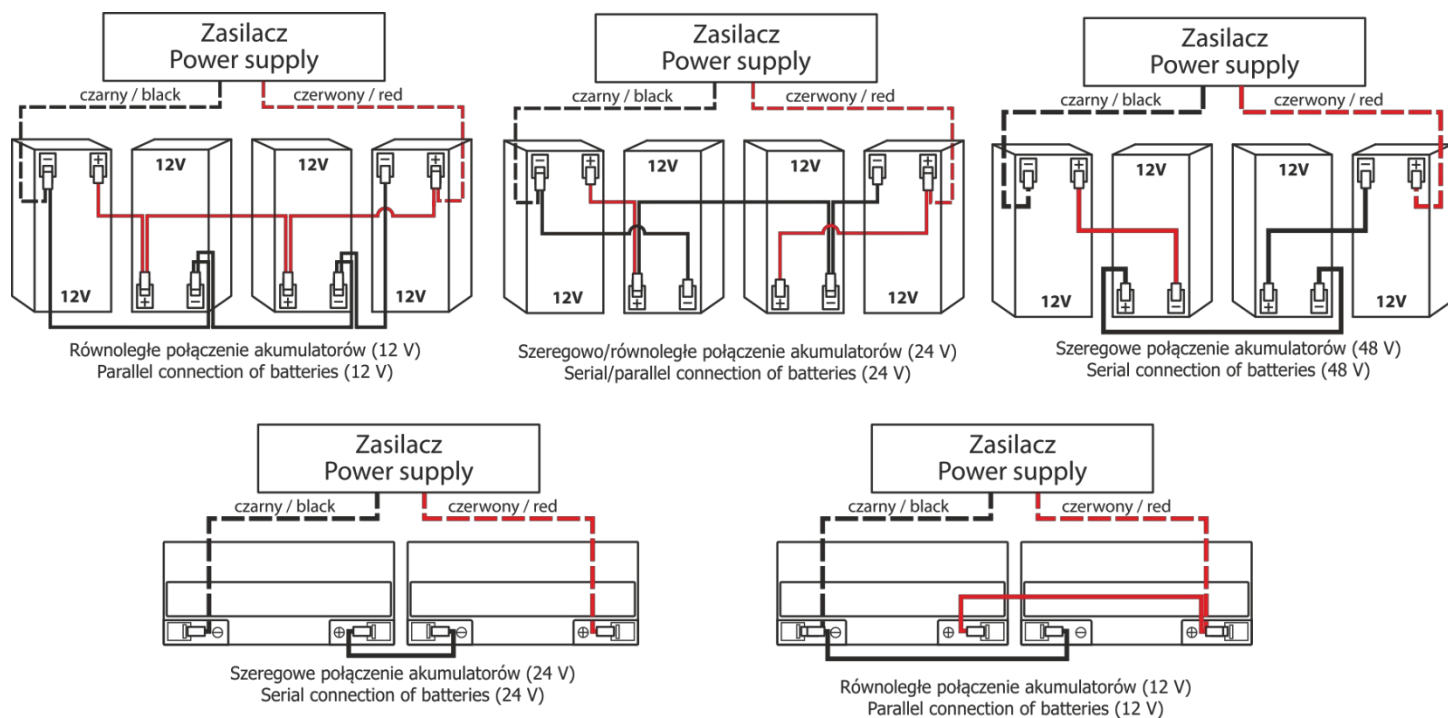

Fig. 1. Metodi di collegamento delle batterie.
2. Collegare le batterie con i cavi appositi prestando attenzione alla polarità (+ BAT rosso, -BAT nero) e al metodo di collegamento richiesto (vedere Fig. 1)